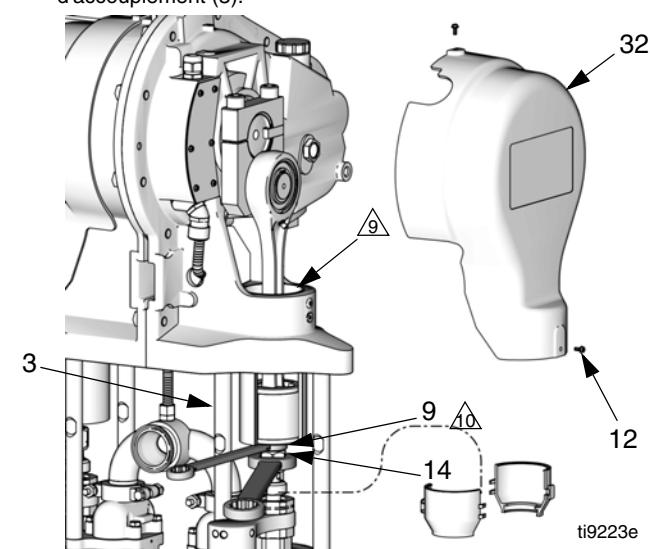

FIG. 4. Démontage de l'écrou d'accouplement
5. Consultez la FIG. 4. Mettez une clé de 19 mm (3/4 po.) sur les méplats du piston de coulisseau (9) (juste au dessus de l'écrou d'accouplement) afin d'empêcher le couple coulisseau/tige de connexion de tourner lorsque vous allez desserrer l'écrou d'accouplement (14). Placez la clé de sorte qu'elle s'appuie sur l'une des barres d'accouplement (3). Veillez à ne pas appliquer une force excessive sur le coulisseau/tige de connexion ; cela risque de provoquer une usure prématurée du coussinet de l'axe inférieur.
6. Dévissez l'écrou d'accouplement (14) du piston de coulisseau (9) à l'aide d'une clé plate de 1-1/4 po. et laissez-le glisser sur la tige de piston de la pompe. Veillez à ne pas desserrer les bagues (13).